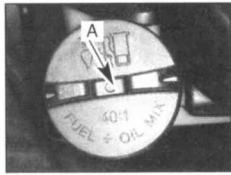

Fig. 22
**NOTE:** Maintenez la bouche d'air (A) propre de tout débris (Fig. 22).